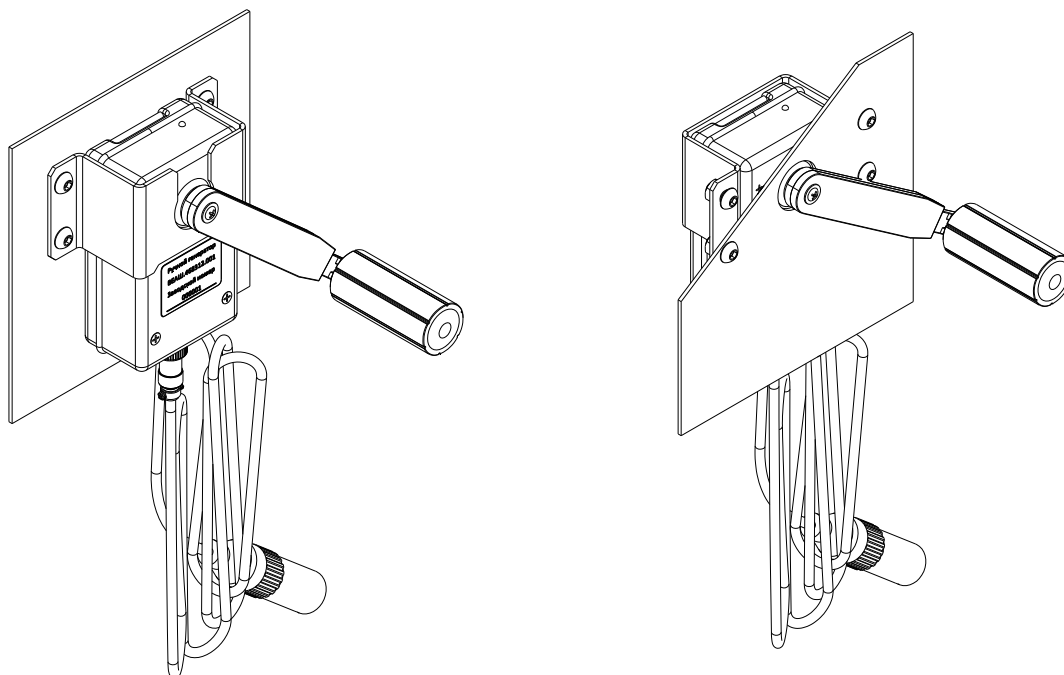

Рис.3 Варианты стационарной установки
2.3.1 Допускается стационарная установка ручного генератора на фасаде или за фасадом ячейки. Варианты стационарной установки ручного генератора показаны на рис. 3